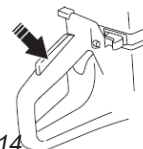

Рис. 14
- Нажмите на рычаг блокировки регулятора дросселя и убедитесь, что при отпускании он возвращается в первоначальное положение (рис. 14).